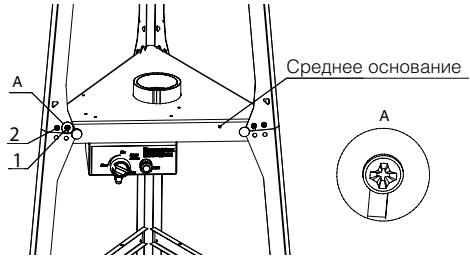

Рис. 1 – Установка верхних профилей
ВАЖНО! Использование в помещениях с плохой вентиляцией ЗАПРЕЩАЕТСЯ (рисунок 1а, рисунок 1б), также запрещается использование вблизи газа, легковоспламеняющихся веществ, взрывчатых веществ, и т.д.
ВАЖНО! Минимальное расстояние от верхней части прибора до потолка не должно быть меньше 30 см, до ближайшей стены расстояние должно быть не меньше 400 см (рисунок 1 в)
Рисунок 1а – Правильное размещение прибора в открытом хорошо проветриваемом помещении
Рисунок 1б – Не правильное размещение прибора в закрытом плохо проветриваемом помещении
Рисунок 1в – Размеры прибора и допуски
- Установите профили на нижнюю собранную часть газового обогревателя (рис.1). Для этого наживите винт в среднем основании которое соответствует пазу в профиле (ближнее к центру отверстие). Установите на данный винт профиль и затяните винт 2 затем подтяните винт 1;